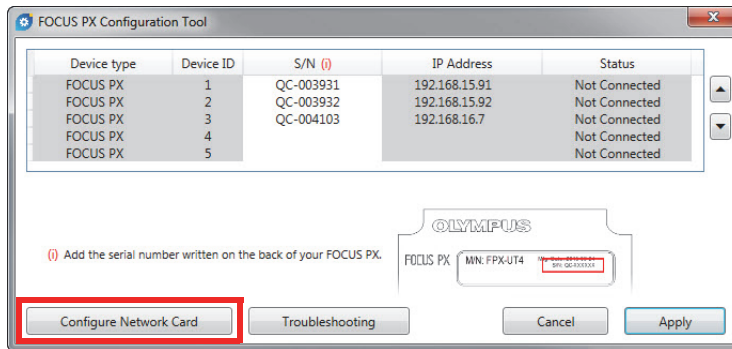

Abbildung 5-2 Konfiguration der Netzwerkkarte
3. Klicken Sie auf **Configure Network Card** (siehe Abbildung 5-2 auf Seite 21).